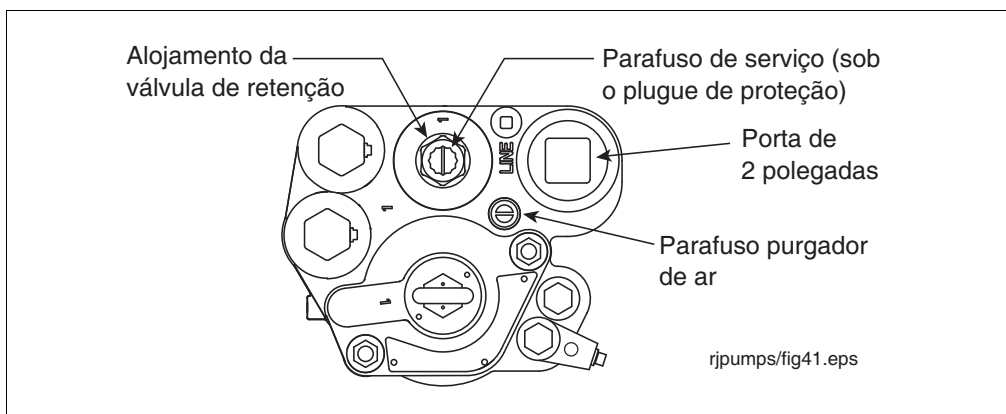

Figura 42. Localização do parafuso de purgador de ar
25. Gire o parafuso do purgador de ar 2 ou 3 voltas no sentido anti-horário (ver Figura 42).
2. Retire e guarde o plugue protetor sobre o alojamento da válvula de retenção. Gire o parafuso de serviço no sentido horário (ver Figura 42). À medida que o parafuso for afundado, você escutará a despressurização do sistema. Continue girando o parafuso até o fim. Quando o parafuso não puder girar mais, retorne 4 voltas para erguer a válvula de retenção e deixar o combustível escoar das cavidades hidráulicas da câmara.
5. Localize o parafuso de purgador de ar na parte superior da câmara (Figura 42).